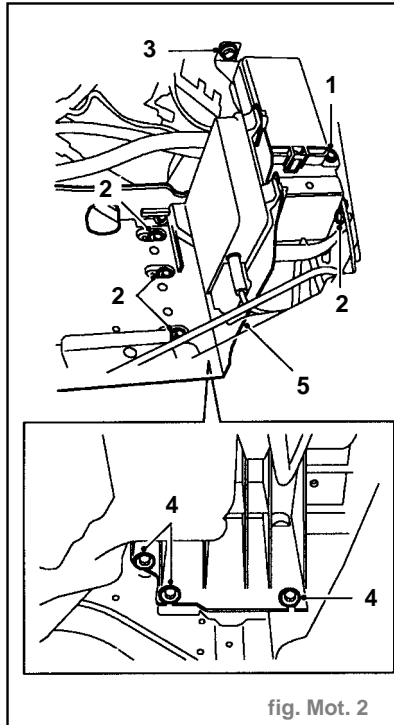
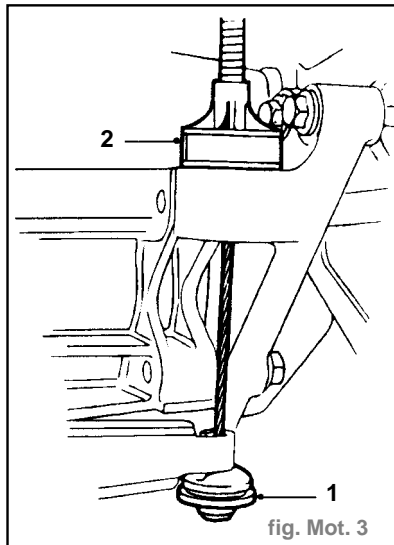
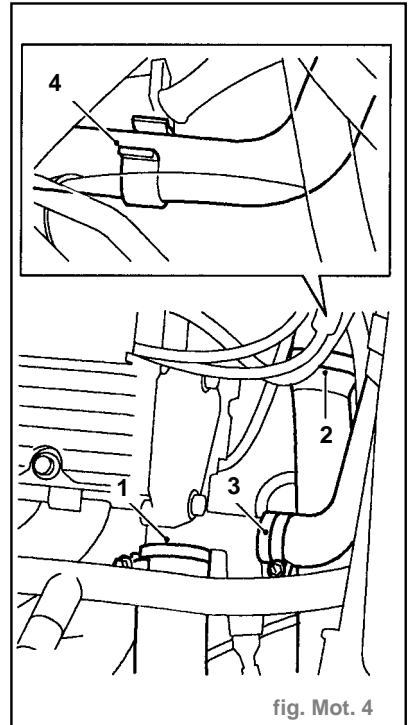

fig. Mot. 2
fig. Mot. 3
fig. Mot. 4
- Déposer le résonateur (2).
- Enlever le boulon (1) maintenant la boîte à fusibles du compartiment-moteur sur le support de batterie (fig. Mot. 2).
- Enlever les 4 boulons maintenant le support de batterie sur la caisse (2).
- Enlever le boulon (3) maintenant la boîte à fusibles du compartiment-moteur sur la caisse et mettre la boîte à fusibles sur le côté.
- Desserrer les 3 boulons maintenant le support de batterie sur la caisse (4).
- Déposer le support de batterie du véhicule (5).
- Débrancher le câble d'embrayage du levier de débrayage (1) (fig. Mot. 3).
- Dégager le câble d'embrayage du support de butée sur la boîte de vitesses et mettre le câble sur le côté (2).
- Desserrer le collier (1) et débrancher la durite supérieure de radiateur du coude de sortie de liquide de refroidissement (fig. Mot. 4).